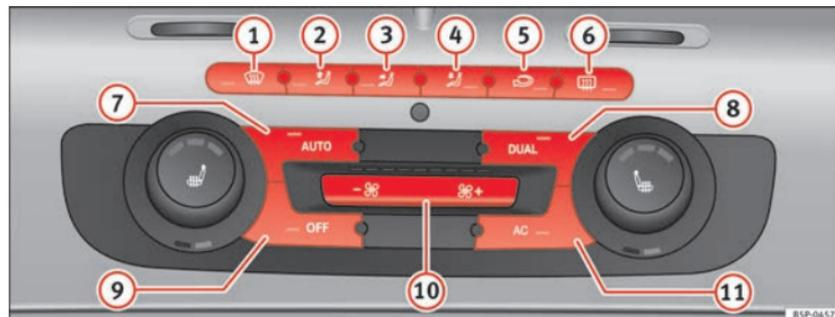

Fig. 132 Comandos do 2C-Climatronic no painel de instrumentos
- Rode as rodas de regulação da temperatura ⇒ **página 170, fig. 132** para ajustar a temperatura do lado esquerdo e direito, respectivamente.
- Premir o botão **AUTO** ⇒ página 170, fig. 132. Aparece «AUTO High» no visor do rádio (velocidade do ventilador alta).
- Premir de novo o botão **AUTO** ⇒ página 170, fig. 132. Aparece «AUTO Low» no visor do rádio (velocidade do ventilador baixa).